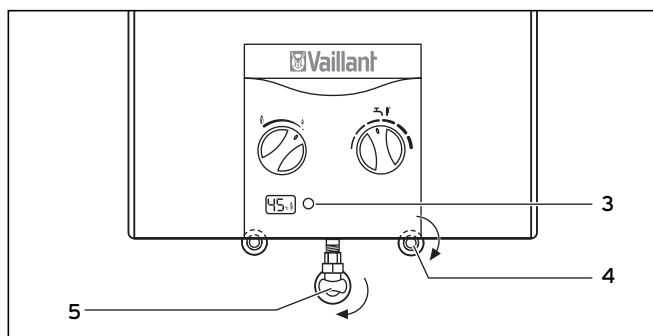

Fig. 4.6 Puesta fuera de funcionamiento
- Cierre la llave de paso en la conexión de agua fría (6) del calentador presionando y girando hacia la derecha hasta el tope (un cuarto de vuelta) (véase también fig. 4.6).